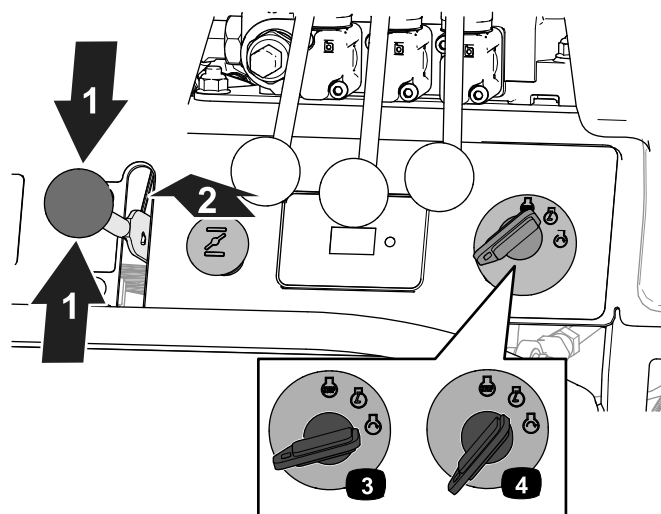

図 27
3. スロットルを 低速と高速の中間位置にセットする 図 27。
4. エンジンが冷えている場合は、チョークを ON 位置にセットする 図 27。
5. イグニッションキーを START 位置に回す 図 27。
6. エンジンが始動したらキーを RUN 位置に回す 図 27。
8. エンジンが始動して暖まるのに合わせて、チョークを徐々に OFF 位置に戻す 図 27。